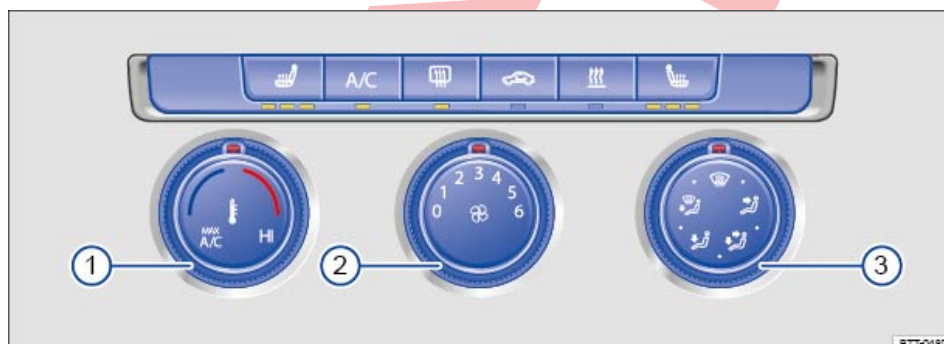
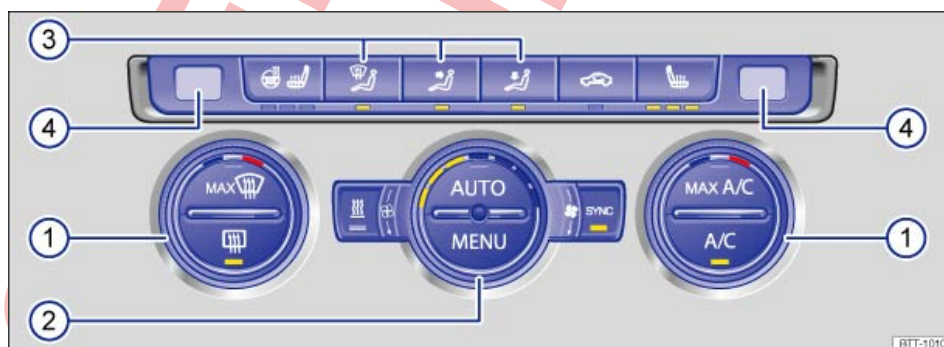

Fig. 225 En la parte superior de la consola central: mandos del climatizador manual.
Fig. 226 En la parte superior de la consola central: mandos del Climatronic.
Tecla, regulador	Información adicional. Climatizador manual ⇒ fig. 225 y Climatronic ⇒ fig. 226
- Pulse la tecla **MENU** ⇒ fig. 226.